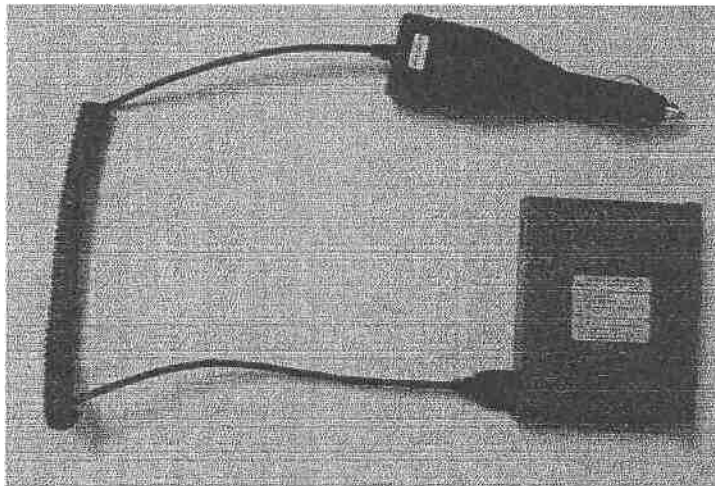

Figura 2-6 Cargando a través del cargador de mechero
4. Cuando esté cargando, se encenderá la luz de color rojo en el adaptador. Cuando esté cargada, la luz pasará a color verde. (Ver figura 2-6)